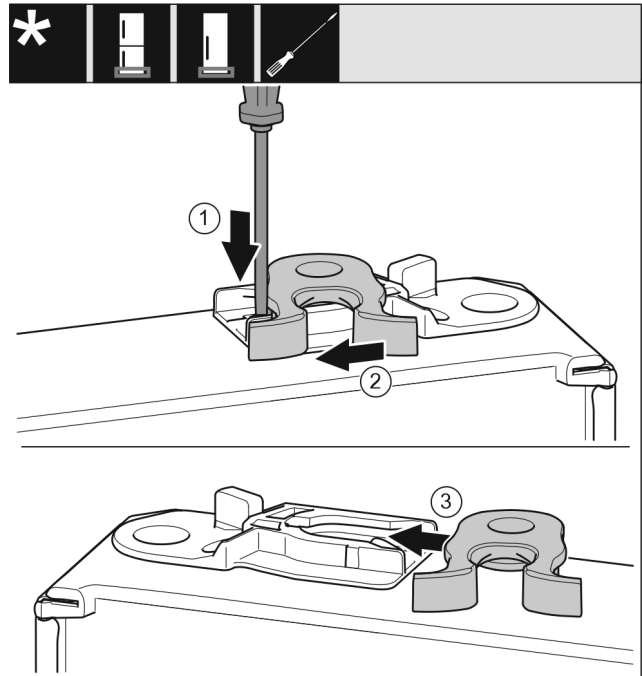

Fig. 18
- Spingere verso il basso la linguetta Fig. 18 (1) con il cacciavite a intaglio.
- Estrarre il gancio di chiusura Fig. 18 (2) dalla guida.
- Spostare il gancio di chiusura Fig. 18 (3) sull'altro lato nella guida.